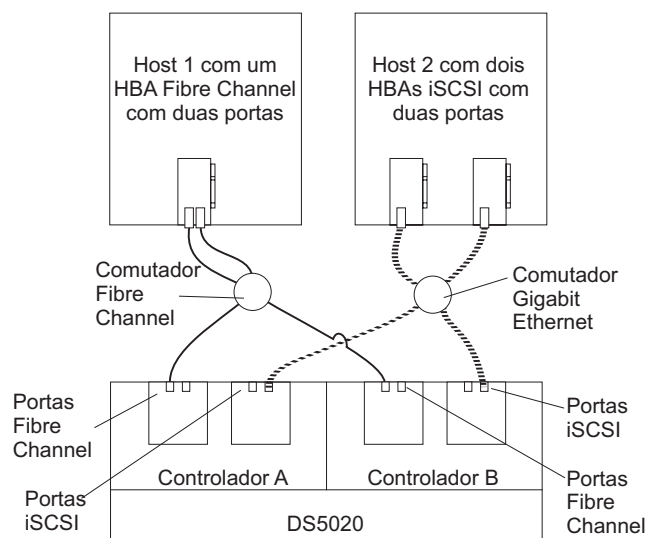

Figura 63. Exemplo de configuração de hosts iSCSI e Fibre Channel com múltiplas portas
- Configuração de hosts iSCSI e Fibre Channel com múltiplas portas, como mostrada na Figura 63 na página 95
A Figura 63 mostra hosts iSCSI e Fibre Channel em uma configuração com múltiplas portas.